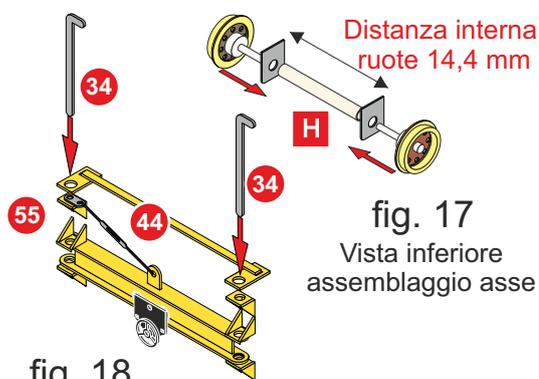

fig. 17
22) Assemblare la parte superiore ed inferiore del modello con le due viti M1,5 o M2 [I] (vedi lista materiali a pag 3), inserendole dalla parte inferiore del modello. Inserire i semiassi raccordandoli con il tubicino [H] con foro interno da 1mm. come mostrato in fig 17 **Nota:** per le nuove versioni del kit vedere il punto 28 .Ritoccare con un pennellino i due attacchi del gancio anteriore e posteriore con colore rosso segnale Art.22-140